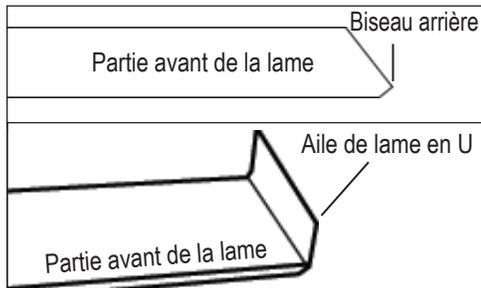

FIG. 8
Les lames émoussées diminuent fortement la capacité de découpe. Affûter ou remplacer au besoin. Un biseau vers l'arrière se forme sur la lame pendant l'utilisation. Lors de l'affûtage, la lame ne sera pas complètement tranchante tant que ce biseau arrière ne sera pas entièrement éliminé (figure 8).
**Affûtage des lames en U :** il est important de veiller à l'entretien des « ailes » des lames en U et à ce qu'elles soient affûtées. Utiliser une lime sur le bord de l'aile (figure 8). Affûter la partie plate de la lame, comme décrit précédemment.